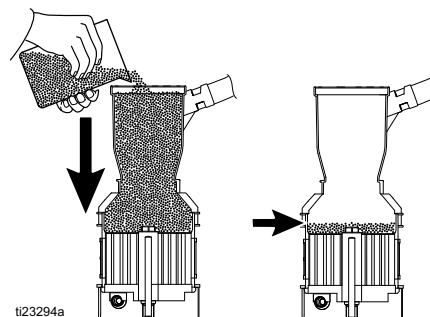

FIG. 21
6. När utmatningen är slut för dagen matar du ut i en avfallsbehållare tills materialnivån har sjunkit till smältarkärnan. Se FIG. 21.